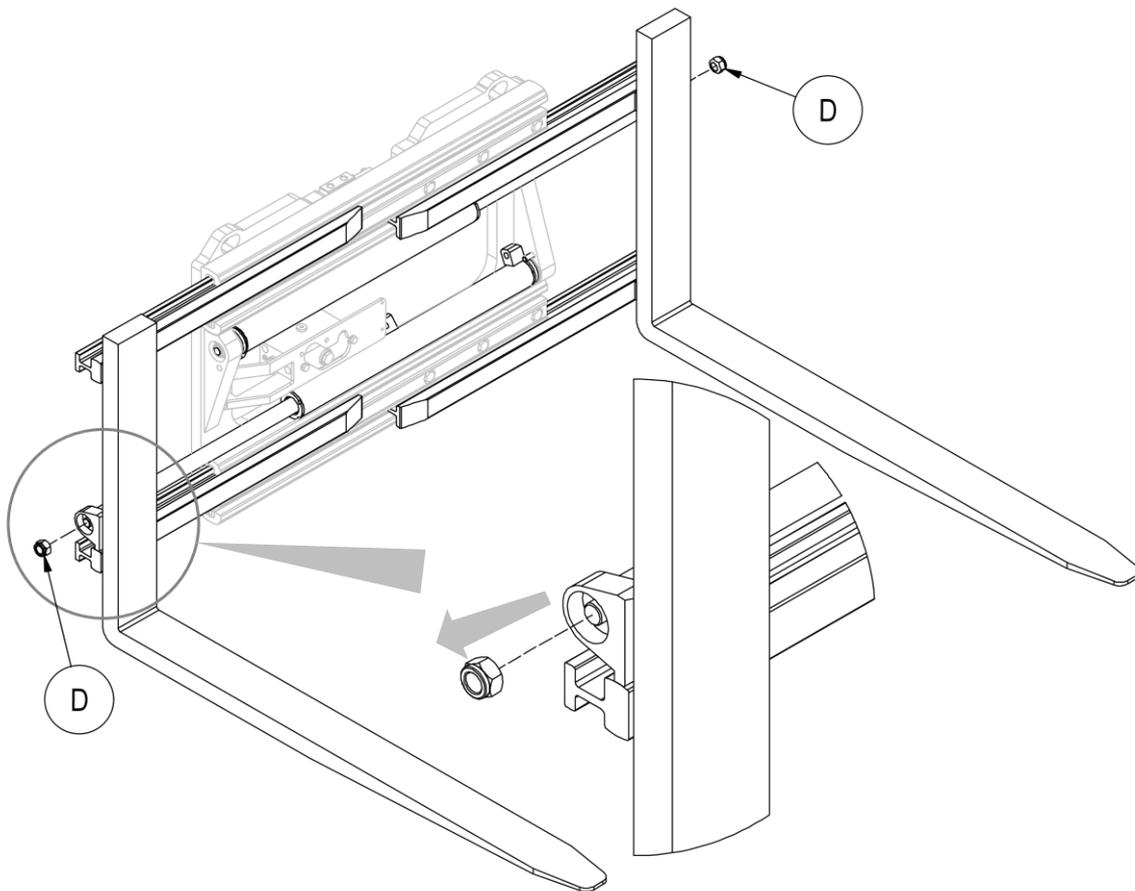

Figura 31
3. Rimuovere i dati **D** che vincolano i cilindri alle forcelle (vedi *Figura 31*).